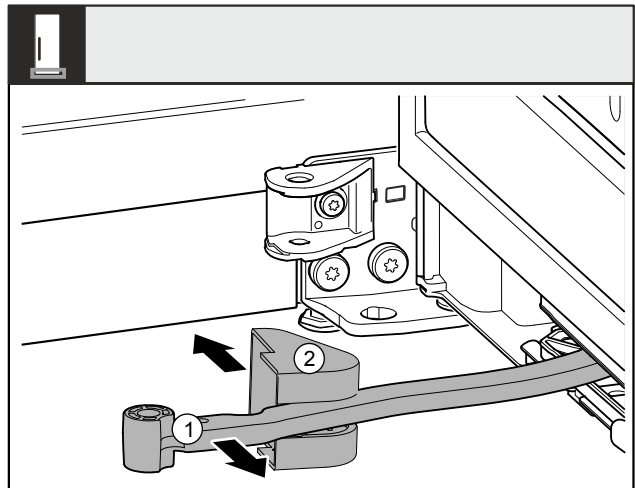

Fig. 11
- ▶ Scharnier Fig. 11 (1) in de richting van de deur draaien.
- ▶ Lagerbokafdekking Fig. 11 (2) verwijderen.